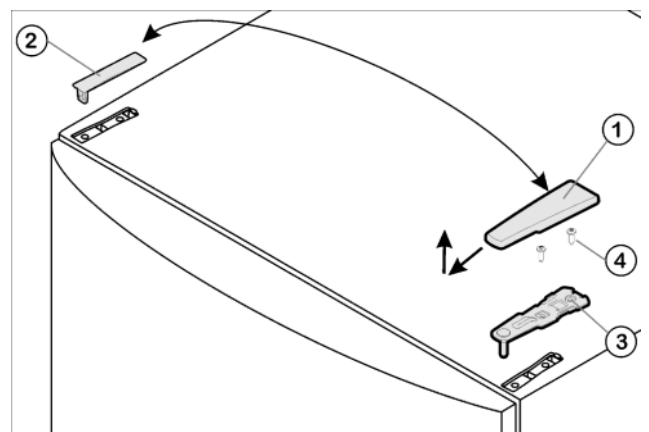

Fig. 4
- ▶ Потяните крышку Fig. 4 (1) вперед и вверх.
- ▶ Снимите крышку Fig. 4 (2).
- ▶ Открутите верхний опорный кронштейн *Fig. 4 (3)* (2 шт. Torx® 25) *Fig. 4 (4)* и вытяните вверх.
- ▶ Установите верхний опорный кронштейн *Fig. 4 (3)* на новой стороне шарнира и защелкните в дверце.
- ▶ Привинтите верхний опорный кронштейн (**с моментом 4 Нм**) (2 шт. Torx® 25) Fig. 4 (4). При необходимости проделайте отверстия или используйте аккумуляторную отвертку.
- ▶ Наденьте и защёлкните крышку Fig. 4 (1) и крышку Fig. 4 (2) на противоположной стороне снаружи.